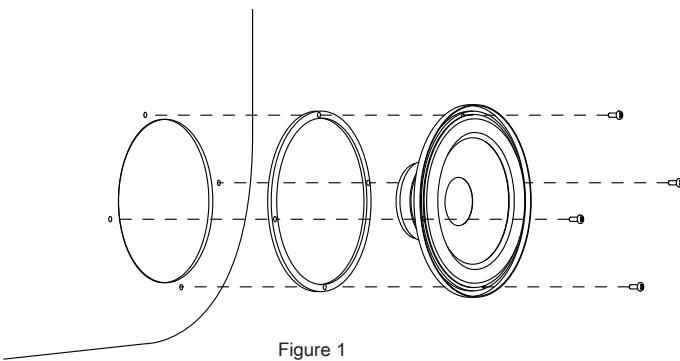

Figure 1
- 1.De nombreux véhicules ont déjà des emplacements d'usine (Figure 1) pour la fonctionnalité "DROP IN" de la ligne coaxial SX. Si aucun des emplacements existants n'est disponible ou s'ils ne sont pas utilisés, vérifier l'emplacement désiré pour la découpe adéquate et des obstacles en profondeur. Assurez-vous de laisser suffisamment de dégagement pour les pistes de la fenêtre, les ferrures structurales, l'amortisseur arrière, etc
Phoenix Gold a fourni un joint statique de montage en mousse. Lors de l'installation de vos nouveaux haut-parleurs coaxiaux dans une usine, assurez-vous d'utiliser les joints statiques de montage en mousse comme le montre la figure 1. Pour les haut-parleurs montés à l'envers, placez le joint en mousse en face du haut-parleur. Ceci assurera un joint étanche à l'air pour vos haut-parleurs SX.